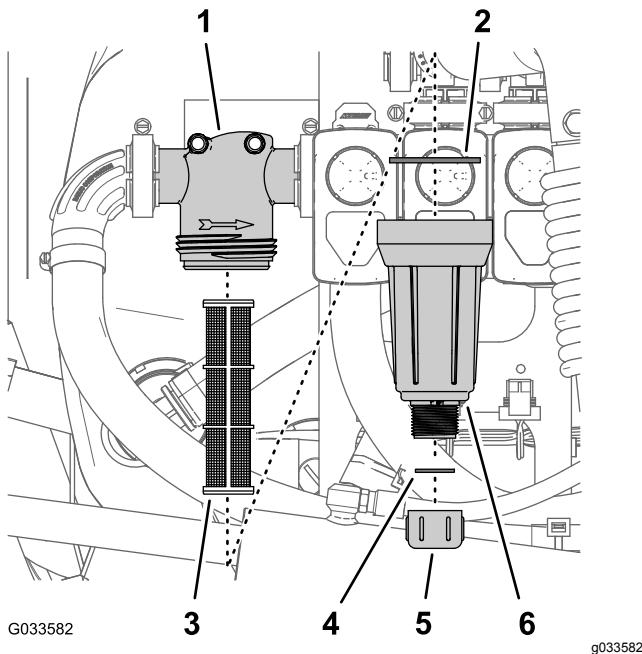

Figura 79
- Allineate una bacinella di spurgo sotto il filtro della pressione (Figura 79).
3. Ruotate il tappo di spурго in senso antiorario e rimuovetelo dal pozzetto del filtro della pressione (Figura 79).
4. Ruotate il pozzetto in senso antiorario e rimuovete la testa del filtro (Figura 79).
5. Rimuovete l'elemento del filtro della pressione (Figura 79).
7. Controllate la guarnizione del tappo di spурго (situato all'interno del pozzetto) e la guarnizione del pozzetto (situato all'interno della testa del filtro) per escludere danni e usura (Figura 79).
8. Montate l'elemento del filtro della pressione nella testa del filtro (Figura 79).
9. Montate il pozzetto sulla testa del filtro e serrate manualmente (Figura 79).
10. Montate il tappo di spурго sul raccordo nella parte inferiore del pozzetto e serrate il tappo manualmente (Figura 79).